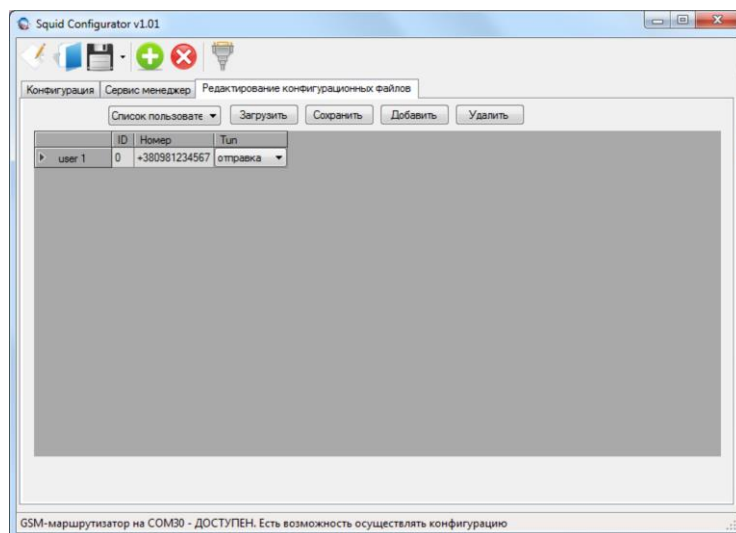

Рисунок 7.5.3 - Пример настройки конфигурационного файла СМС рассылки
2. В комбо-боксе выбрать «**Список пользователей**» (см. рисунок 7.5.3).